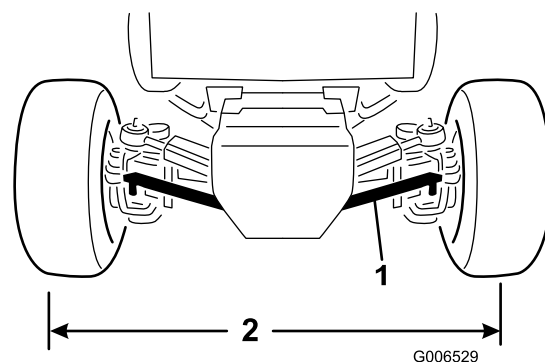

Figura 68
1. Rimuovete la coppiglia e il dado a corona che fissano 1 giunto a sfera del tirante alla staffa di montaggio sull'assale e separate il giunto a sfera dall'assale (Figura 68).
3. Ruotate il giunto sferico del tirante verso l'interno o verso l'esterno finché la distanza da centro a centro sulla parte anteriore e posteriore delle ruote posteriori non è identica (Figura 68).